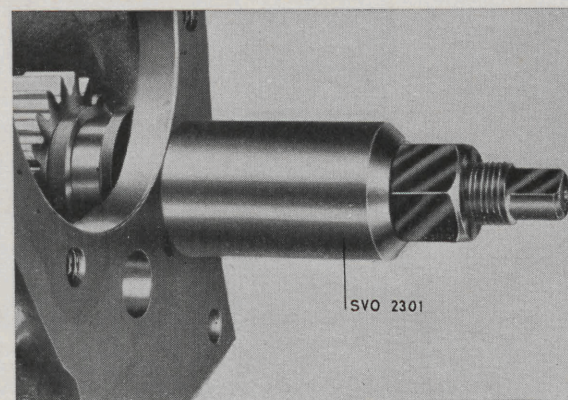

Bild 18. Demontering av backaxel.
5. Lossa skruven och tag bort låsbrickan (55) för mellan- och backhjulsaxlarna. Driv ut axeln (49) för mellanhjulet (44). Låt hjulet falla ned i botten på lådan.
7. Lossa skruvarna och tag bort locket (2) över ingående axeln (1). Driv ut ingående axeln. Vid behov borttages låsringen och kullagret (4) pressas av ingående axeln.
8. Tag ut mellanhjulet. Drag ut axeln (56) för backhjulet (52) med avdragare SVO 2301, bild 18. Tag ut backhjulet och växelhävarmen (54).